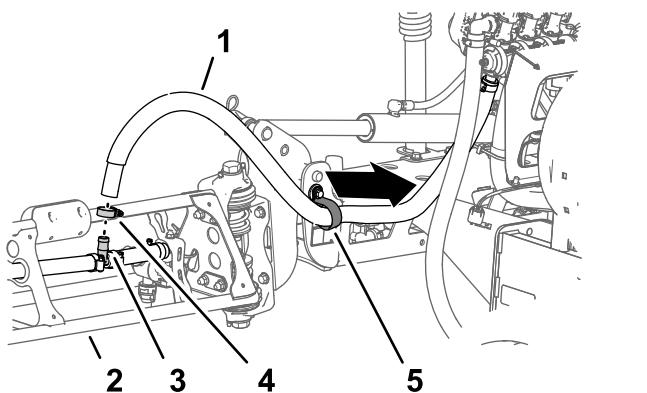

Figure 35
- Sur la section de pulvérisation extérieure, retirez le collier qui fixe le flexible de section au raccord en T cannelé (Figure 35).
- Débranchez le flexible du raccord en T (Figure 35).
- Sortez l'extrémité libre du flexible du collier en R (Figure 35).